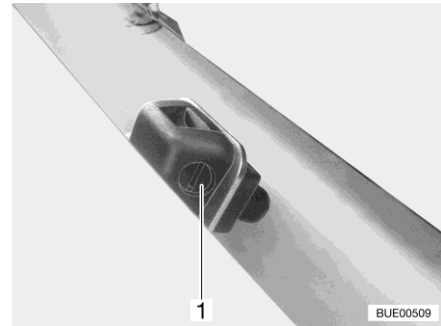

Fig. 53 Gicleurs lave-glace
- Avec un tournevis adéquat, tourner la vis de réglage (Fig. 53,1), jusqu'à obtenir la position souhaitée.